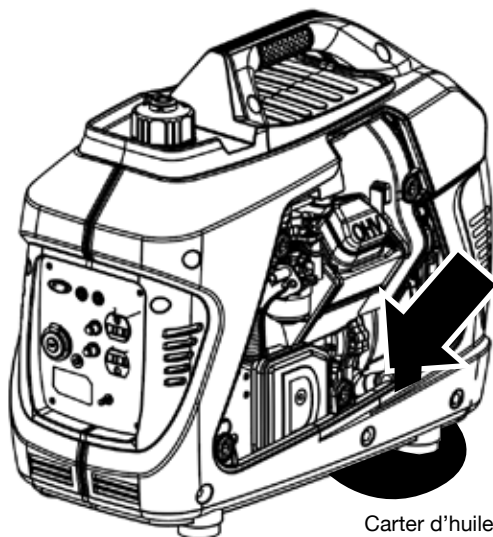

Figure 13: Placez le carter d'huile dans le trou de vidange d'huile
5. Placez le carter d'huile (ou un récipient approprié) sous l'orifice de vidange d'huile (voir Figure 13).